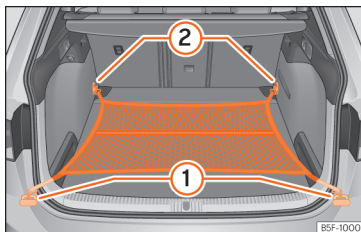

Fig. 151 Nel bagagliaio: rete fermacarico agganciata a livello del piano (modello Leon Sportourer ST).
- Fissare i ganci della rete agli occhielli di ancoraggio ① e ② »» fig. 151 »» ⚠. La cerniera della tasca dev'essere rivolta verso l'alto.